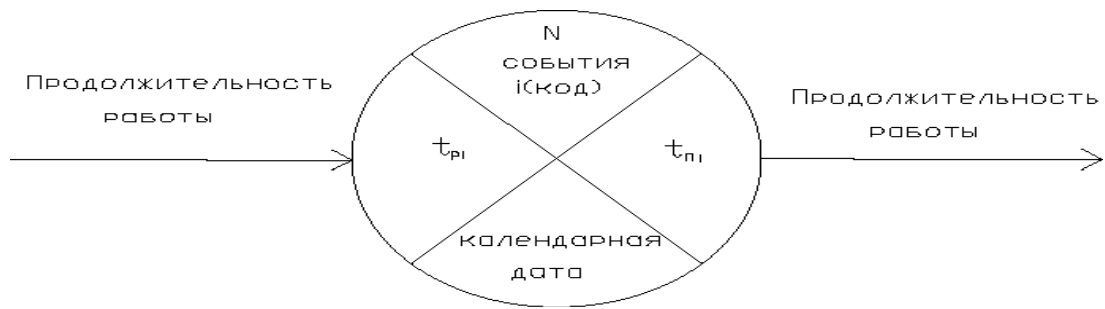

Рис. 9 Узлы сетевого графика при графическом расчете
При графическом методе расчёта заполняются узлы сетевого графика (рис.9)
1. Представляются коды событий в верхний сектор (рис. 9)